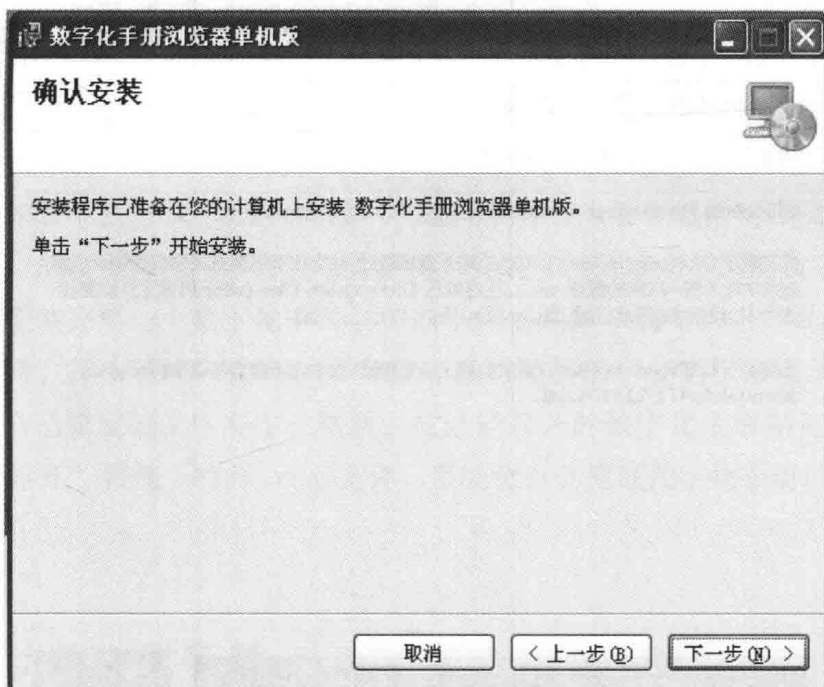

图 1-7 “确认安装”窗口
6) 在图 1-7 所示的“确认安装”窗口中，用户可单击“上一步”按钮，返回上一步重新调整安装文件夹，或单击“下一步”按钮开始安装。